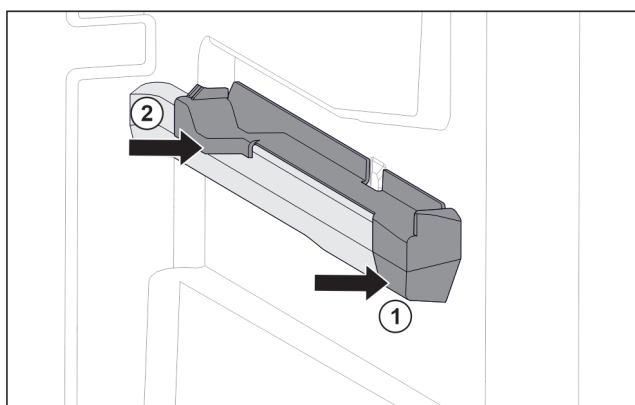

Fig. 98 Tillsats på den högra behållarens galler
- Sätt på tillsats i fram på behållarens galler. Fig. 98 (1)
- Tryck fast tillsats i bak. Fig. 98 (2)